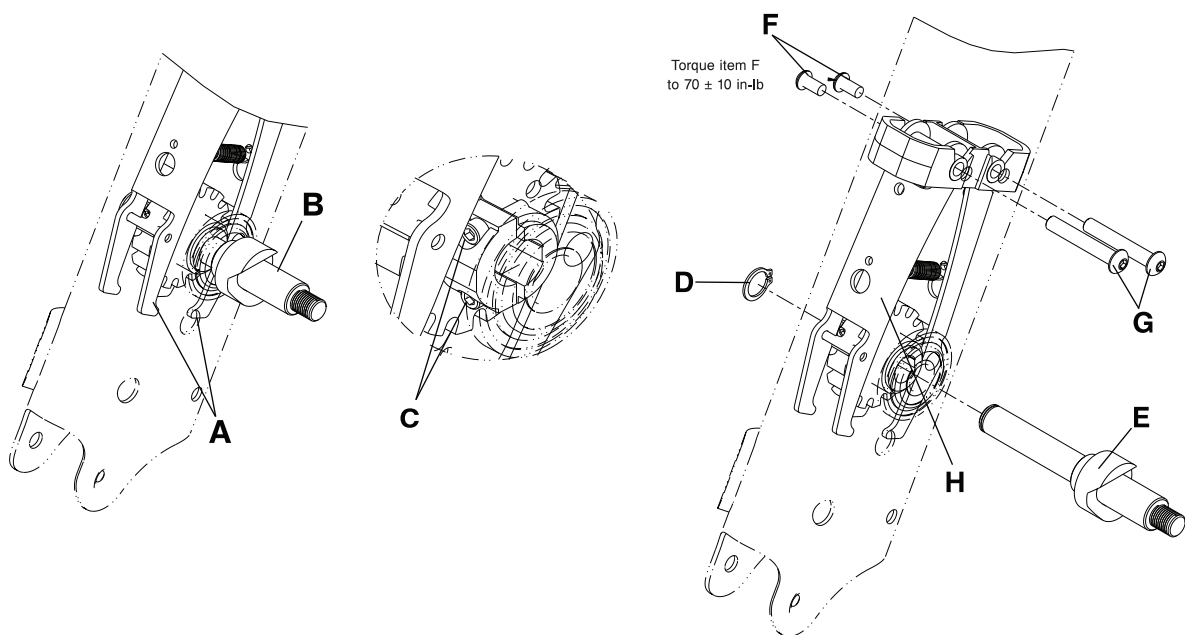

Figura 5-30: Substituição do conjunto de ramos do travão
2. Abra os ramos do travão com uma mão (A). Com a outra mão, rode o conjunto de veio da roda traseira (B) de modo a que os parafusos sextavados interiores (C) fiquem virados para a parte inferior da cadeira (Figura 5-30 na página 5-49).
3. Com uma chave sextavada de 9/64", desaperte os dois parafusos sextavados interiores (C) no conjunto de veio da roda traseira (B) (Figura 5-30 na página 5-49).
4. Com o alicate para anel de pressão, retire o anel de retenção (D) (Figura 5-30 na página 5-49) que fixa o conjunto de veio de roda traseira (E) (Figura 5-30 na página 5-49) na estrutura da cadeira. Guarde o anel de retenção.
5. Retire o conjunto de veio da roda traseira (E) (Figura 5-30 na página 5-49).
6. Com uma chave sextavada de 5/32" e uma chave sextavada de 3/16", retire os parafusos (F) e as porcas do espaçador do ramo do travão (G) que fixam o conjunto de ramo do travão (H) (Figura 5-30 na página 5-49). Quando voltar a instalar os parafusos (F), utilize uma chave dinamométrica de 3/8" para apertar os parafusos até  $70 \pm 10$  in-lb ( $8 \pm 1,1$  Nm).
7. Retire e elimine o conjunto de ramo do travão (H) (Figura 5-30 na página 5-49).